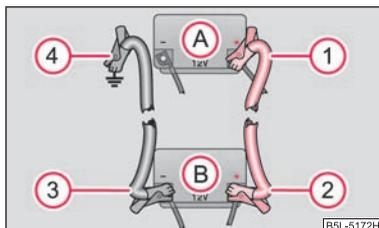

Fig. 185 Avviamento d'emergenza con la batteria di un altro veicolo: A - Batteria scarica, B - Batteria erogante corrente
- Collegare un'estremità del cavo ① al polo positivo ⇒ fig. 185 della batteria scarica (A).
- Collegare l'altra estremità del cavo ② al polo positivo della batteria erogante corrente (B).